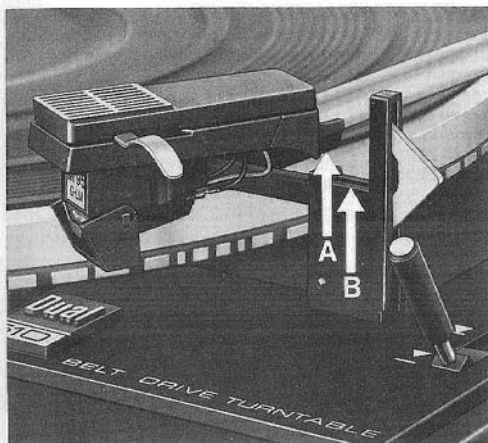

Fig. 18
Der Tonarm ist ausbalanciert, wenn Kante "A" des Tonarmkopfprofils und Kante "B" der Tonarmstütze auf gleicher Höhe sind (Fig. 18), oder wenn der Tonarm sich nach Antippen in vertikaler Richtung wieder von selbst in die horizontale Lage einpendelt, d.h. weder oben anstößt noch unten auf der Tonarmablage aufliegt. Beim Ausbalancieren
The tonearm is exactly balanced when edge "A" of the tonearm head profile is at precisely the same height as edge "B" of the tonearm rest (Fig. 18), or when the tonearm tapped vertically, returns automatically to a horizontal position. When balancing the tonearm, the automatic mechanism must be dis-
Le bras de lecture est équilibré, lorsque le bord „A” du profil de la tête et le bord „B” du support du bras sont au même niveau (fig. 18), ou lorsqu'après une légère pression verticale exercée sur le bras, celui-ci revient de lui-même à la position horizontale, c'est-à-dire qu'au lieu de se soulever jusqu'à la butée, il redescend, sans toutefois se reposer sur son support. Lors de l'équilibrage, le bras de lecture doit être découplé de la
De toonarm is uitgebalanceerd, zodra de onderzijde van „A” en de bovenzijde van „B” op gelijke hoogte blijven (fig. 18), of wanneer de toonarm, ne lichte aanraking, uit zichzelf de horizontale positie inneemt, d.w.z. noch naar boven aantikt noch naar beneden op de steun ligt.
El brazo estará equilibrado cuando el canto „A” de la cabeza se encuentre a la misma altura que el canto „B” del soporte (fig. 18), o cuando al hacer oscilar el brazo verticalmente éste vuelva a su posición horizontal al encontrarse en reposo, es decir que no debe tocar por arriba ni apoyarse por abajo. Para equilibrar el brazo habrá que liberarlo de su dispositivo de accionamiento. A tal fin hay que elegir la posición  $\nabla$  en el dispositivo de elevación/descenso del brazo y, eventual-
1. Ställ in skalorna för nåltryck (10) och antiskating (13) på „0”.
4. Finjustera balansen genom att vrida den räfflade delen av motvikten. Tonarmen är rätt balanserad när kanten A på monteringsbryggan ligger i nivå med kanten B på tonarmsstödet (fig. 18). Om man nu vippar på tonarmen i vertikalläge, skall den av sig själv pendla tillbaka till horisontalläget. Vid utbalansering av tonarmen måste „start/stop” vredet stå i neutralläge så att tonarmen är frikopplad från automatiken. Om vredet inte står i neutralläge, ställ tonarmsnedläget i läge  $\nabla$  och snurra skivtallriken för hand medurs några varv.